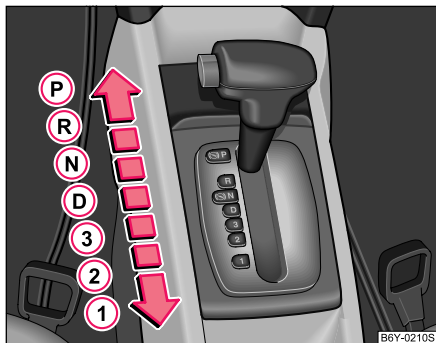

Fig. 87 Palanca selectora
- Presione la tecla de bloqueo (tecla en la empuñadura de la palanca selectora), coloque la palanca selectora en la posición deseada, p. ej., en **D** ⇒ **página 110, fig. 87** y vuelva a soltar la tecla de bloqueo.